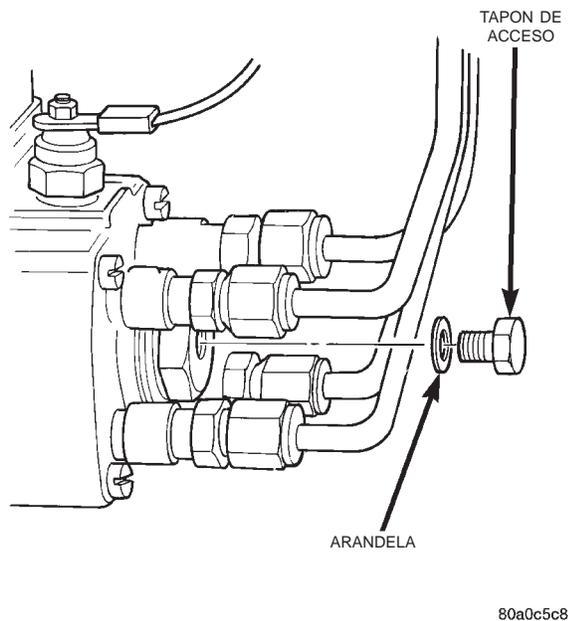
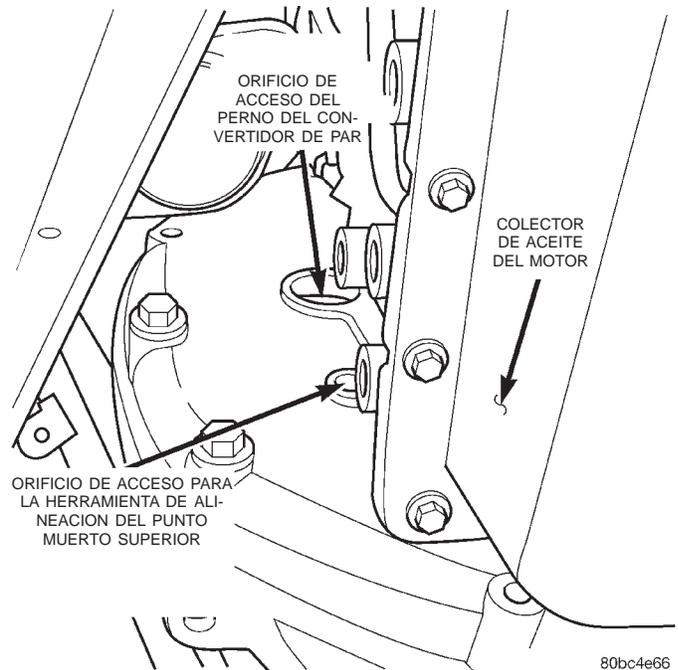
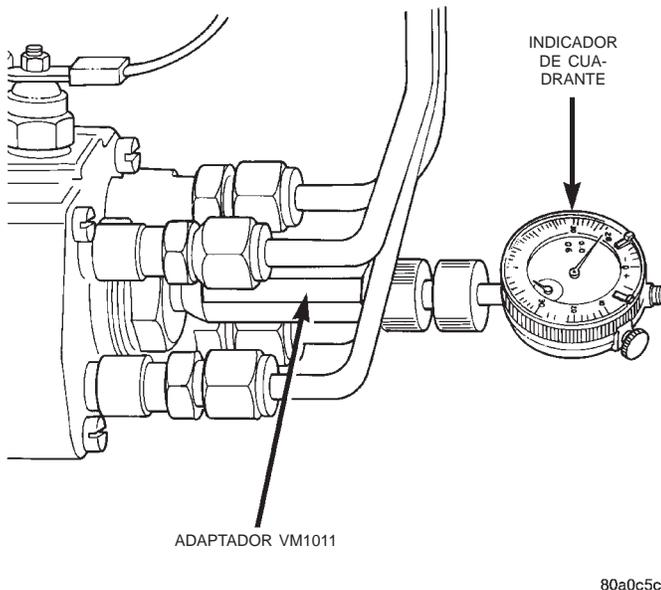

Fig. 33 Tapón de acceso de la parte posterior de la bomba
Fig. 35 Orificio de acceso para la herramienta de alineación del punto muerto superior
Fig. 34 Instalación de las herramientas especiales, indicador de cuadrante y adaptador
(1) Limpie las superficies de contacto de la bomba de inyección y de la tapa del engranaje de distribución.
(2) Instale una nueva junta entre la bomba de inyección y la tapa del engranaje de distribución.
(3) Retire el perno de extracción de engranajes (perno de mando) del extractor de engranaje. **PRECAUCION: No retire en este momento, extractor de engranaje o adaptador de la tapa de distribución, de la tapa de distribución. Como resultado se producirá una alineación incorrecta.**
(4) Coloque la chaveta posicionadora en el eje de la bomba en la posición de las 11 en punto, vista desde la parte delantera de la bomba. Instale la bomba en la parte trasera de la tapa del engranaje de distribución mientras alinea la chaveta posicionadora en el eje de la bomba con el engranaje de la bomba.
(5) Instale y apriete moderadamente las 3 tuercas de instalación de la bomba de inyección. Esta no es la secuencia final de ajuste.
(6) Retire las herramientas especiales, el extractor de engranaje y el adaptador, de la tapa del engranaje de distribución.
(7) Instale la tuerca del engranaje propulsor de la bomba de inyección. Apriete la tuerca con una torsión de 88 N·m (65 lbs. pie).
(8) Retire el tapón de acceso y la arandela del tapón de la parte trasera de la bomba (Fig. 33). Enrosque el indicador de cuadrante y el adaptador, herramienta especial VM n° 1011 (Fig. 34) en esta abertura. Apriete únicamente a mano.
(9) Conecte la herramienta especial, indicador de cuadrante VM n° 1013, en el adaptador (Fig. 34).
(10) Mediante un casquillo de acoplo conectado al extremo delantero del cigüeñal, haga girar el motor hacia la izquierda hasta que la aguja del indicador de cuadrante deje de moverse (de 20° a 25° antes del PMS).
(11) Coloque el indicador de cuadrante en 0 mm. Asegúrese de que la punta del indicador de cuadrante toque la punta que está dentro del adaptador.
(12) Gire el cigüeñal hacia la derecha hasta que la herramienta de alineación pueda volver a instalarse en la placa flexible (Fig. 35).